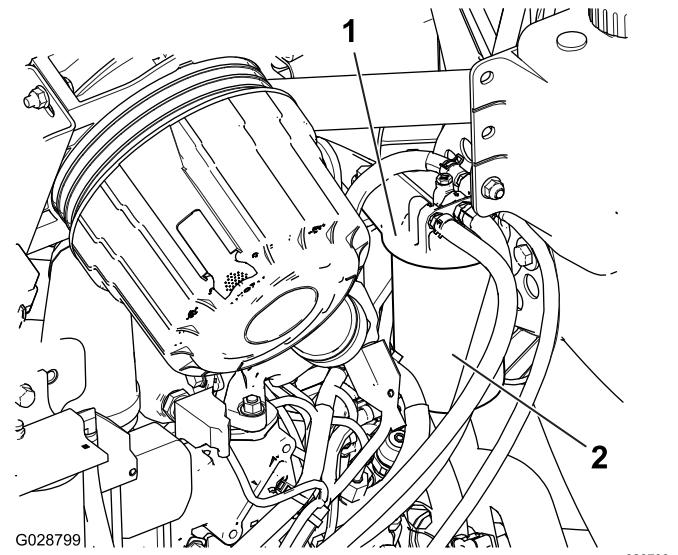

Рисунок 50
3. Снимите фильтр и очистите монтажную поверхность головки фильтра (Рисунок 50).
1. Очистите поверхность вокруг головки топливного фильтра (Рисунок 50).